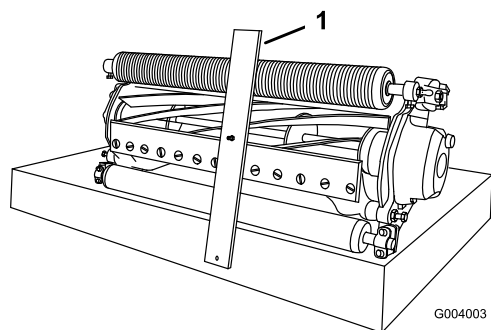

**Figure 61**
2. Desserrez l'écrou du gabarit (Figure 61) et tournez la vis de réglage de manière à obtenir la hauteur de coupe voulue. L'écartement entre la base de la tête de la vis et la face du gabarit correspond à la hauteur de coupe.